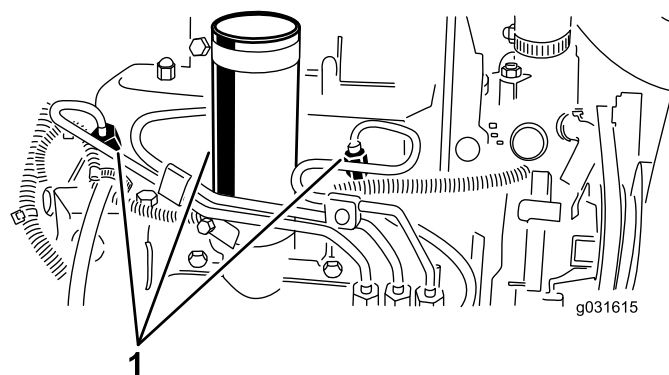

Figura 53
1. Allentate il raccordo dell'ugello n. 1 ed il gruppo portaugelli (Figura 53).